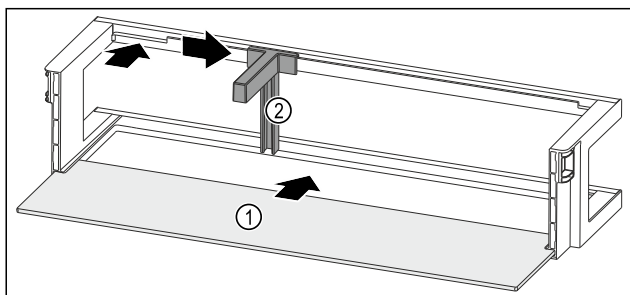

Fig. 89 Polica u vratima s policom za odlaganje
- Policu za odlaganje Fig. 89 (1) gurnite u bočne otvore.
- Držać za boce Fig. 89 (2) umetnite u otvor.
- Držać za boce Fig. 89 (2) pogurnite u željeni položaj na stranu.